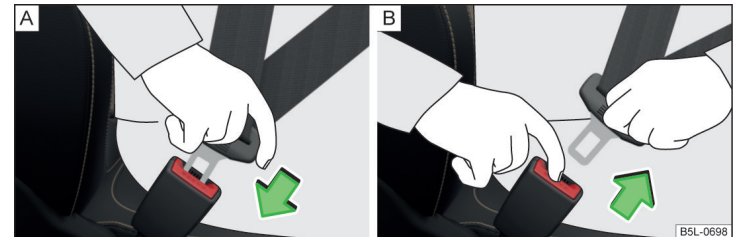

Abb. 18 Sicherheitsgurt anlegen/ablenken
- › Die Schlosszunge in das zum Sitz gehörende Gurtschloss » Abb. 18 - **A** stecken, bis diese hörbar einrastet.
- › Die Schlosszunge fassen und die rote Taste im Gurtschloss drücken » Abb. 18 - **B**, die Schlosszunge springt heraus.